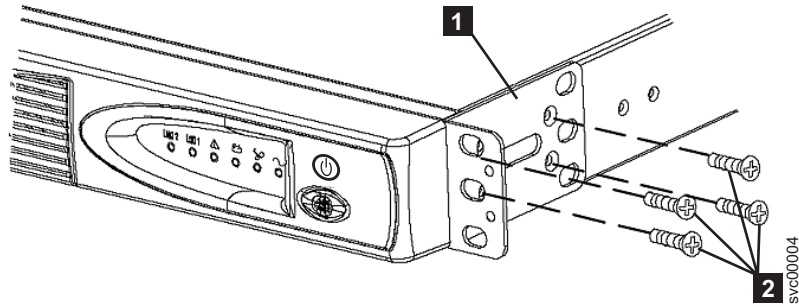

図 184. 2145 UPS-1U 取り付け金具
2. 2145 UPS-1U のそれぞれの側で、マウント・ブラケットの長いほうの側を 2145 UPS-1U に取り付けます。その場合、提供された 4 個の M3 × 6 ねじを使用します。520 ページの図 184 の **2** を参照してください。